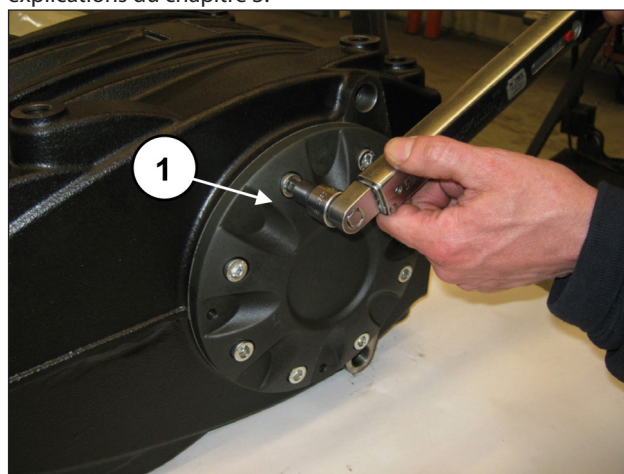

Fig. 60
Serrer les 8 vis M10x30 (rep. ①, Fig. 60).